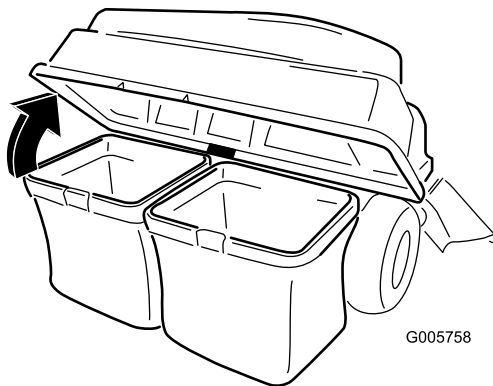

Bild 11
3. Heben Sie die Abdeckung des Heckfangsystems an (Bild 11).